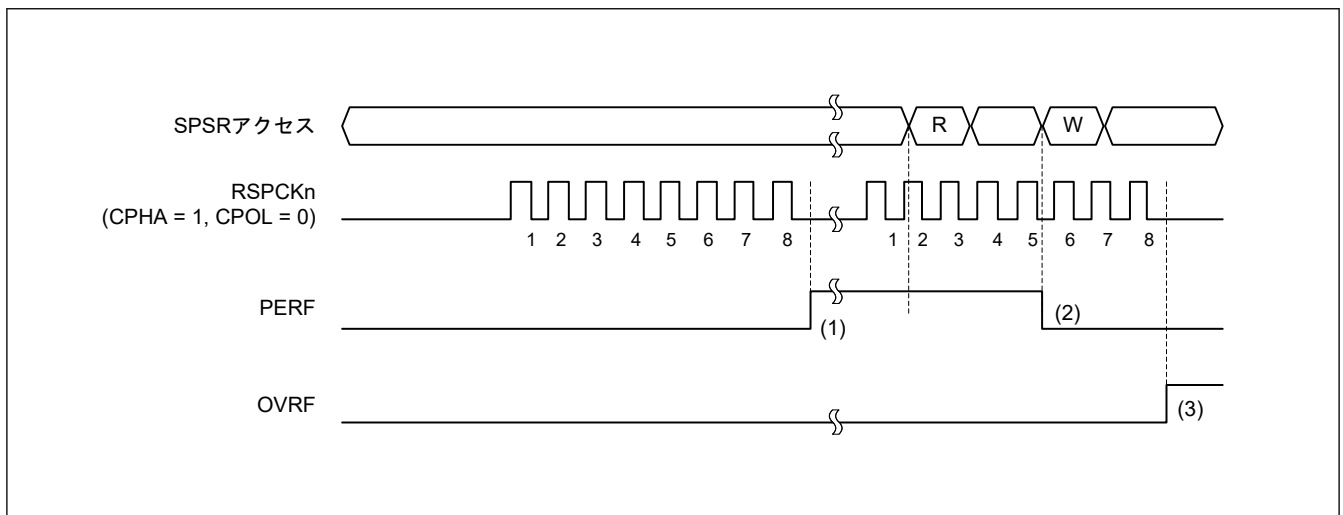

図 30.42 OVRF フラグおよび PERF フラグの動作例
図 30.42 に、OVRF フラグと PERF フラグの動作例を示します。図 30.42 に記載の SPSR アクセスは、SPSR レジスタへのアクセス状況を示しています。W は書き込みサイクル、R は読み出しサイクルを示しています。この例では、SPCR.TXMD ビットが 0、SPCR2.SPPE ビットが 1 の状態で全二重同期式シリアル通信を行います。SPCMDm.CPHA ビットが 1、SPCMDm.CPOL ビットが 0 の設定で、SPI が 8 ビットのシリアル転送を実行しています。RSPCK_n 波形の下に記載した数字は、RSPCK サイクル数 (= 転送ビット数) を示しています。
以下に、図 30.42 の (1)~(3) に示したタイミングでのフラグの動作内容を説明します。